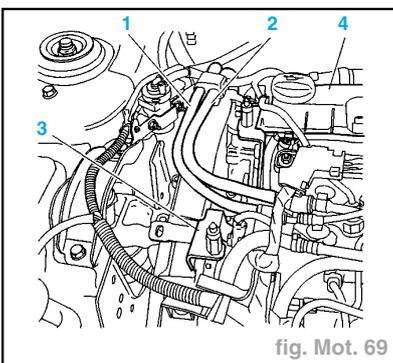

fig. Mot. 69
- Déposer (fig. Mot. 69) :
- le support (3) cache-style droit,
- le couvre-culasse supérieur (4).